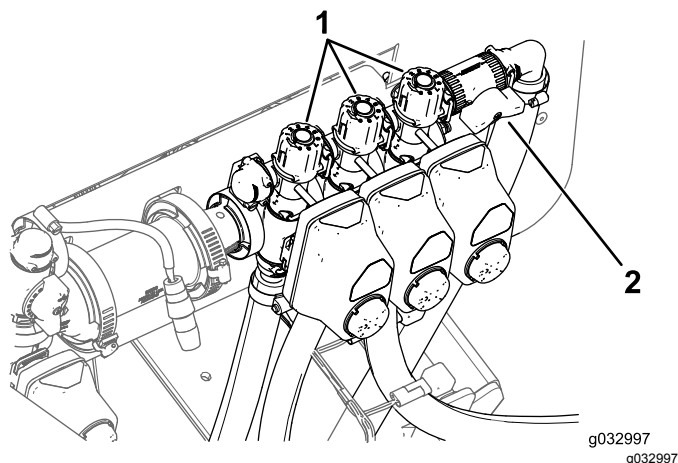

Figure 47
11. Désactivez la rampe gauche et réglez le bouton de dérivation de rampe (Figure 47) jusqu'à ce que le débit indiqué corresponde au précédent conformément au tableau.